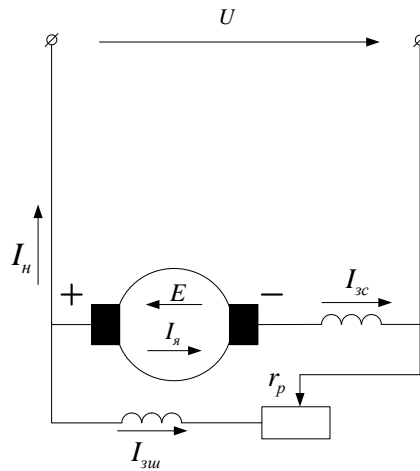

Рисунок 4.1
4.2 Генератор змішаного збудження (рис. 4.1) при номінальних даних